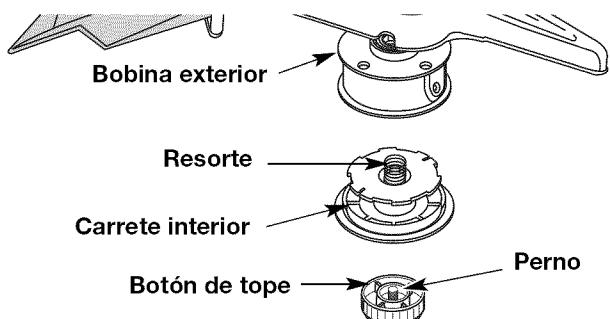

Fig. 27
1. Sostenga la bobina exterior con una mano y desenrosque el botón de tope en sentido antihorario (Fig. 27).
2. Saque el carrete interior de la bobina exterior (Fig. 27).
3. Saque el resorte del carrete interior (Fig. 27).
1. Sostenga la bobina exterior con una mano y desenrosque el botón de tope en sentido antihorario (Fig. 27). Inspeccione el perno dentro del botón de tope para verificar que se mueva con libertad. Cambie el botón de tope si está dañado.
2. Saque el carrete interior viejo de la bobina exterior (Fig. 27).
3. Saque el resorte del carrete interior viejo (Fig. 27).